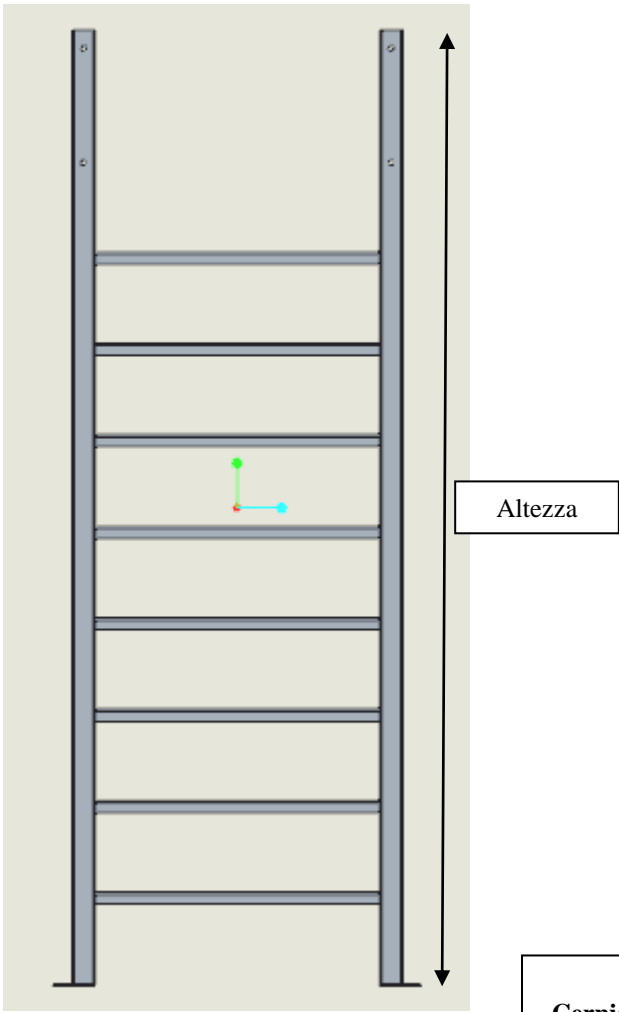

FIG. 8
- Montare il carrello (**FIG. 8**) sull'assieme passerella. Utilizzare i cardini a molla e le viti Torx M5x12 + rondelle + dadi del kit bulloneria (**FIG. 11**).